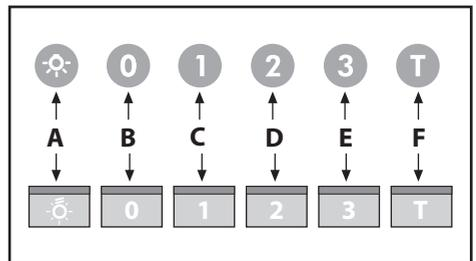

Fig.11
• **Mandos luminosos (Fig.11)** la simbología es la siguiente: